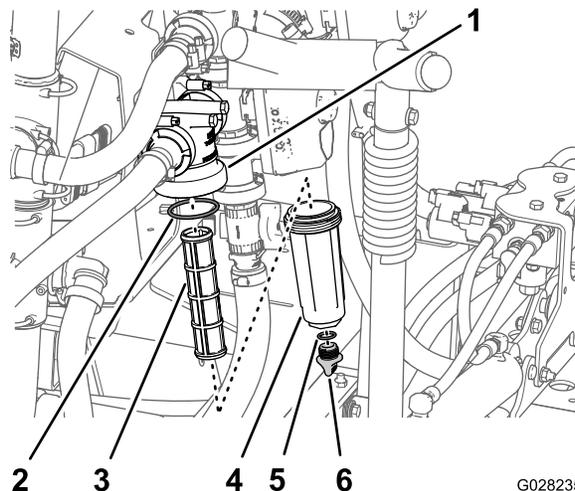

Figura 73
2. Coloque un recipiente de drenaje debajo del filtro de presión (Figura 73).
3. Gire el tapón de vaciado en sentido antihorario y retírelo de la cubeta del filtro de presión (Figura 73).
4. Enrosque la cubeta en sentido antihorario y retírela de la cabeza del filtro (Figura 73).
5. Retire el elemento usado del filtro de presión (Figura 73).
6. Inspeccione la junta tórica del tapón de vaciado (situada dentro de la cubeta) y la junta tórica de la cubeta (situada dentro de la cabeza del filtro) en busca de daños o desgaste (Figura 73).
7. Instale el elemento nuevo del filtro de presión en la cabeza del filtro (Figura 73).
8. Instale la cubeta en la cabeza del filtro, y apriétela a mano (Figura 73).
9. Instale el tapón en la cubeta, y apriételo a mano (Figura 73).